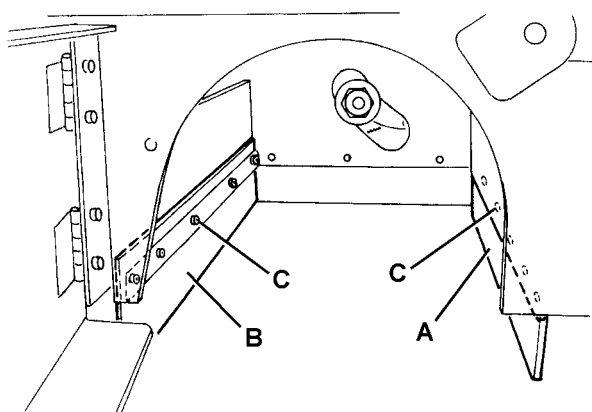
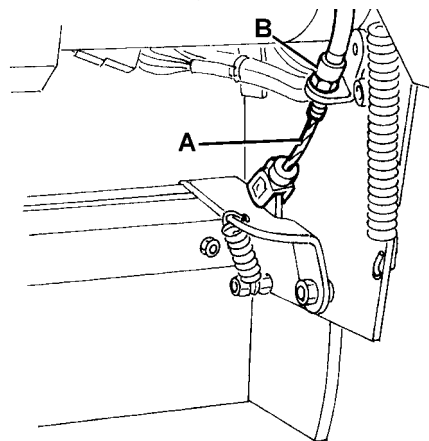
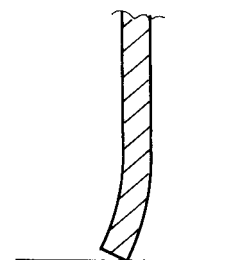

Figure 22
Figure 23
Figure 24
9. Contrôler l'intégrité des volets avant (A, Fig. 22) et arrière (B).
10. Contrôler que les volets avant (A, Fig. 22) et arrière (B) touchent légèrement le sol et que, de toute façon, ils ne se détachent pas du sol (voir Fig. 24).
Si besoin est, desserrer les vis (C, Fig. 22) et régler la position des volets. Enfin, serrer les vis (C).
11. Appuyer à fond sur la pédale du volet avant (83) et vérifier que le volet avant se soulève d'environ 5 cm.
Relâcher la pédale et vérifier que le volet revient en position initiale et qu'il ne reste pas dans une position intermédiaire. Si besoin est, régler le câble du volet (A, Fig. 23) au moyen du dispositif de réglage (B) qui se trouve sur le côté avant gauche du volet (pour le remplacement du câble du volet avant, se référer au manuel d'entretien).